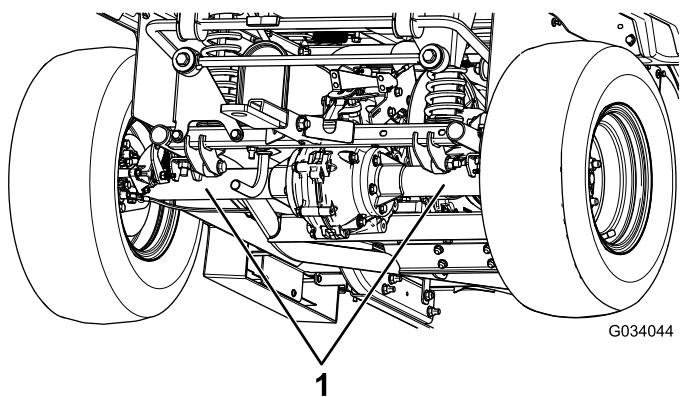

Figura 21
- El punto de elevación de la parte trasera de la máquina está situado debajo de los tubos del eje (Figura 21).